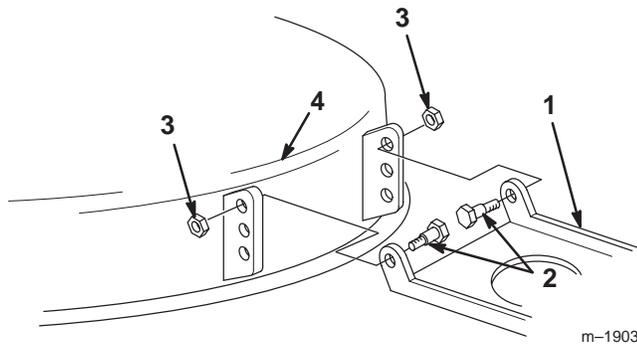

Bild 52
11. Bewegen Sie, wenn sich die 6- bis 16-mm-Neigung nach vorne nicht durch Drehen der Neigungseinstellmutter herbeiführen lässt, den Schneidwerkschwenkbügel am Schneidwerk (Bild 52).
12. Entfernen Sie die Ansatzschrauben und Sicherungsmutter vom Schneidwerk (Bild 52).
13. Verlegen Sie das Schneidwerkelenk ein Loch tiefer und installieren die Ansatzschrauben und Sicherungsmutter (Bild 52).